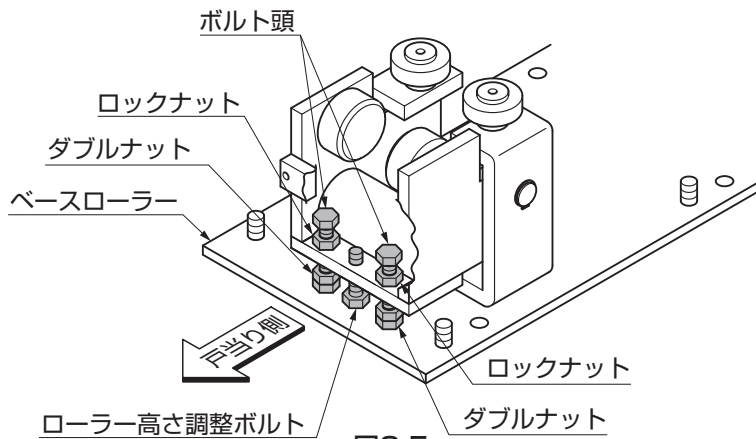

図8-5
- ②ベースローラー戸当り側のロックナットを緩めてください。(図8-5参照)
- ③ベースローラーの高さ調節ボルトを回して、本体ベースの高さを調整してください。(図8-5参照)